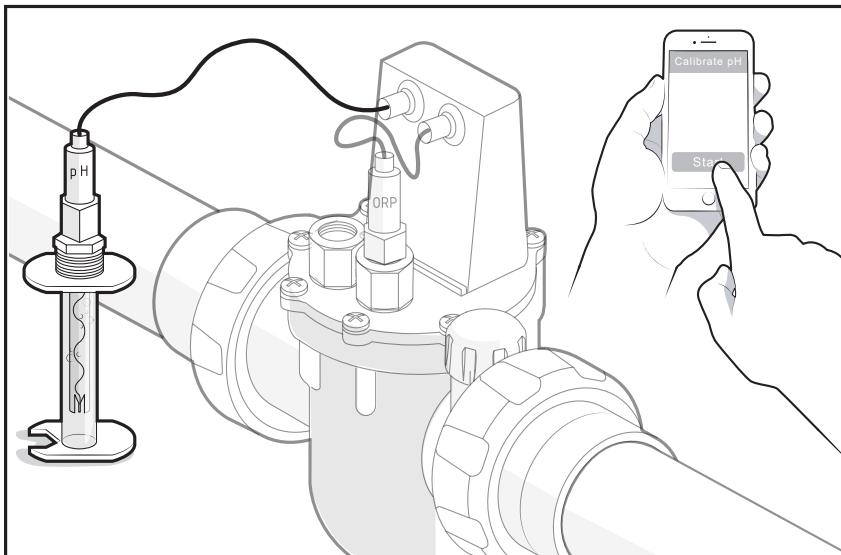

Figure 9. Immerger le capteur et démarrer l'étalonnage
15. Immerger le capteur dans la solution tampon pH 4 à l'intérieur du tube de rangement. Commencer l'étape 2 de l'étalonnage, se reporter à la Figure 9.